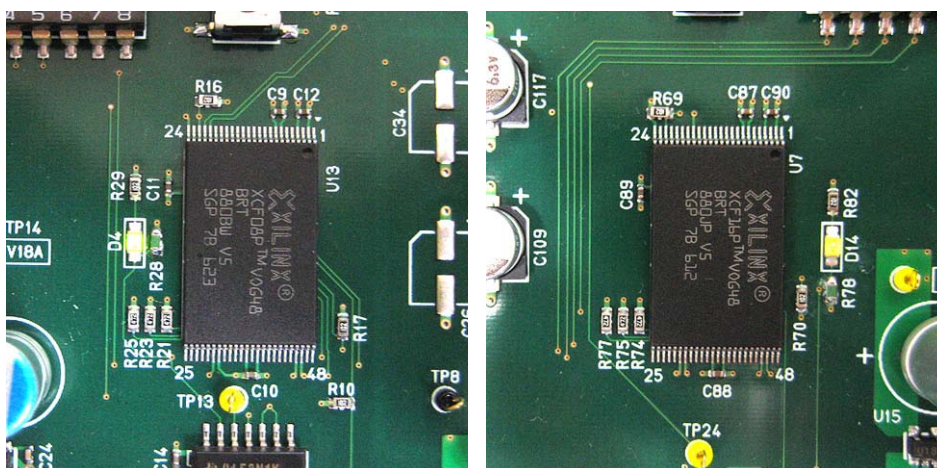
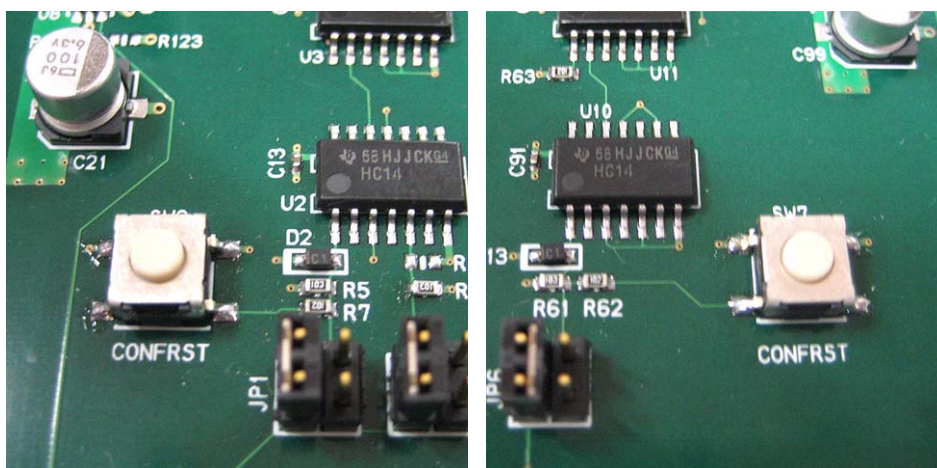

図 24 2つのEEPROM, XCF08P(左)とXCF16P(右)のLED, D4とD14が点灯
図 25 左右のコンフィグレーションスイッチ SW2 と SW7 をそれぞれ押下
- ⑥ 図 24 のように 2 つの EEPROM, XCF08P(左)と XCF16P(右)の横にある核 LED, D4 と D14 が点灯していることを確認する。この LED は各 EEPROM からそれぞれの FPGA (XC2VP7 および XC2VP30) に回路設計情報が正しくコンフィグレーションされたことを示すものである。LED が点灯しない場合は、上記手順 1~5 を再確認し、電源スイッチ SW1 を一旦 OFF した後に再度 ON にするか、図 25 に示した 2 つの再コンフィグレーションスイッチ SW2 と SW7 を順不同で押下する。